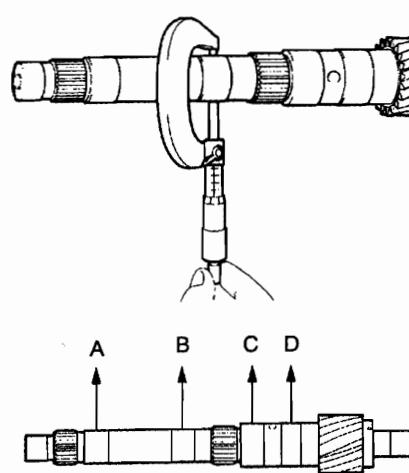

图 12-1-56
②用千分尺在图 12-1-56 所示的 A、B、C、D 位置检查中间轴的外径, 在 A 位置的标准直径为 25.962~25.975mm, 最小直径为 25.912mm; 在 B 位置的标准直径为 25.962~25.975mm, 最小直径为 25.912mm; 在 C 位置的标准直径为 32.062~32.075mm, 最小直径为 32.012mm; 在 D 位置的标准直径为 32.062~32.075mm, 最小直径为 32.012mm。若外径超过标准值, 则应更换中间轴。